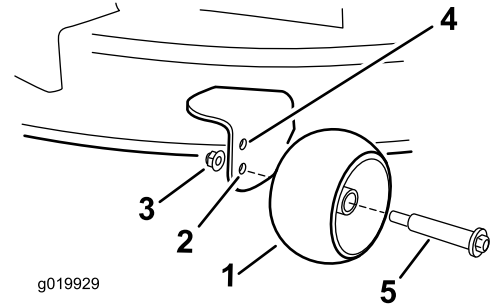

Bild 27
- Oberes Loch: Verwenden Sie diese Stellung mit dem Mähwerk in der Schnitthöheneinstellung 63 mm oder niedriger (Bild 27).
- Unteres Loch: Verwenden Sie diese Stellung mit dem Mähwerk in der Schnitthöheneinstellung 76 mm oder höher (Bild 27).